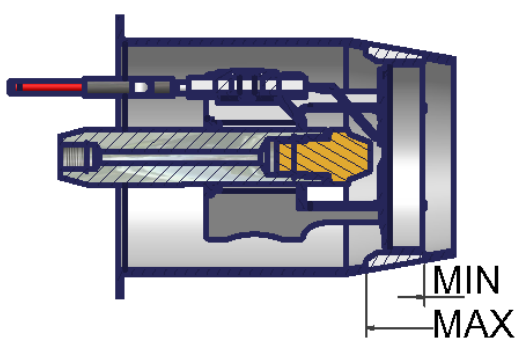
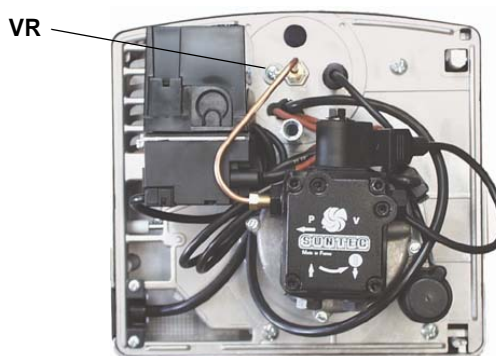

Fig. 22
Fig. 23
El quemador se regula en fábrica con el cabezal en la posición "MÁX.", que corresponde a la potencia máxima (cabezal completamente hacia adelante). Para el funcionamiento a potencia reducida retroceder gradualmente la cabeza de combustión hacia la posición "MÍN.", girando el tornillo VR (Fig. 23) en sentido horario.
- 1 Enganchar la placa en uno de los modos indicados en las Fig. 22 y Fig. 23 para facilitar las operaciones de mantenimiento.
**⚠** ATENCIÓN: los electrodos (E en Fig. 23) se deben posicionar al lado de la cabeza de combustión.
**⚠** NOTA: Cuando se vuelve a montar la placa de componentes, prestar atención que el perno del registro entre en la sede específica B (véase Fig. 23).